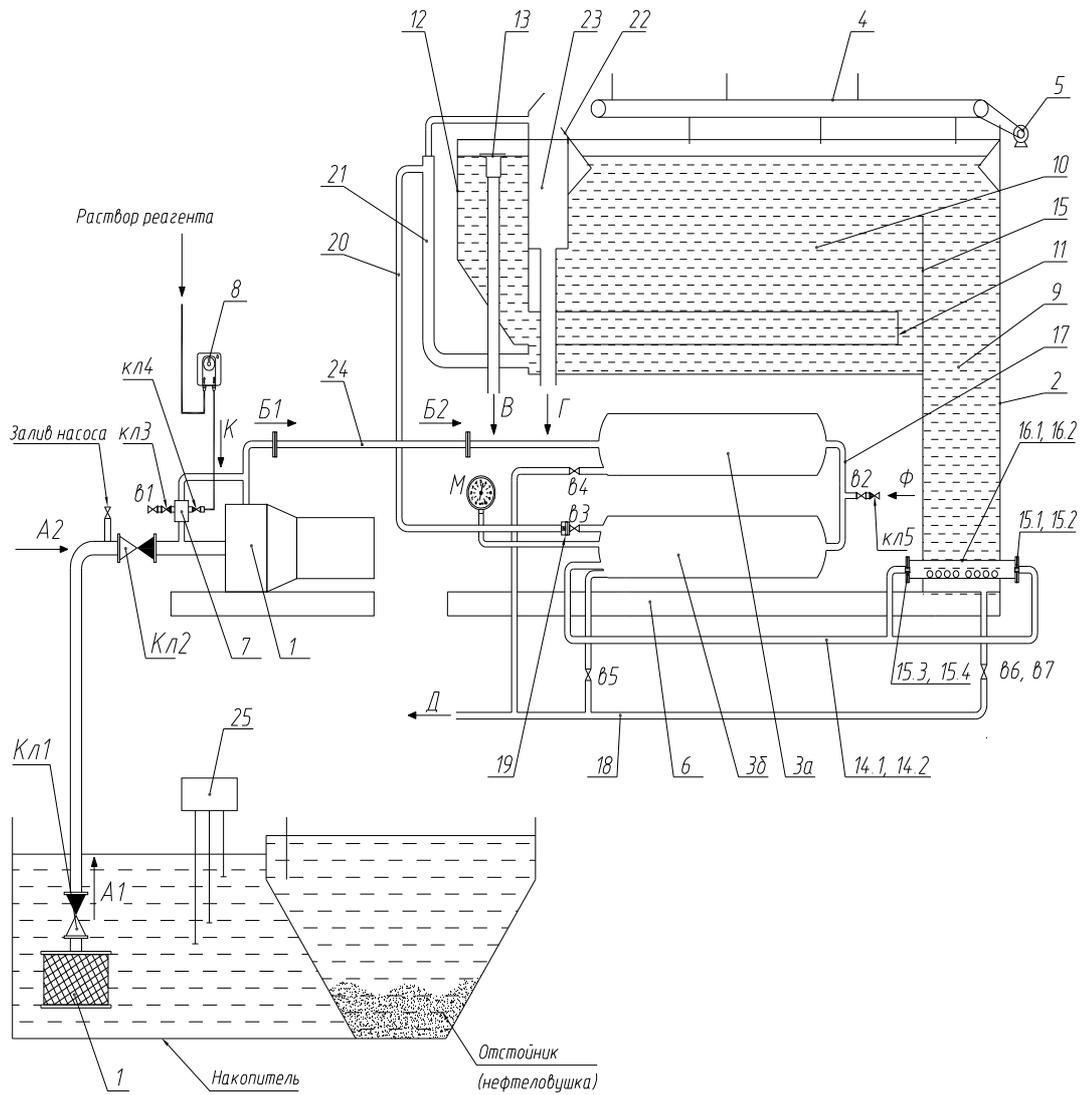

Рис.1. Технологическая схема установки «ФФУ-50».
Описание работы установки ФФУ-50 (рис. 1.).
Правильность установки можно проверить при заполнении емкостей водой. Выступающая часть шламового козырька **22** в кармане **23** (поз. по рис. 1) должна быть одинаковой по всей длине.
5.11. В случае использования реагентной обработки стоков произвести подключения насоса-дозатора (насосов-дозаторов) к патрубкам **К** и **Ф** в соответствии с технологической схемой и принятой технологией очистки (рис. 1). Решения по применению реагентной обработки принимаются по результатам технологических исследований.
6.3. Закрывать сливные краны **в4** – **в7** (рис.1). Полностью открыть кран **в3**.